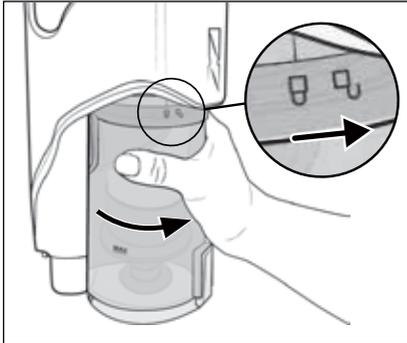

Fig. 23
- 8) Reinscrivere il contenitore di raccolta della polvere **7** nell'apparecchio e ruotarlo in direzione del simbolo **🔒** (chiudere) fino a quando non si innesta saldamente nell'apparecchio (vedere fig. 23).